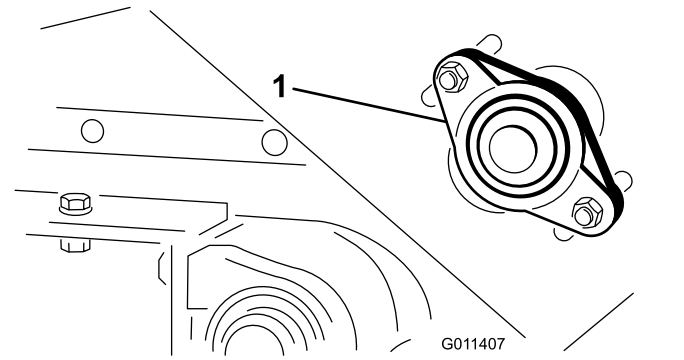

**Bild 21**
Die Schmiernippelstellen (Bild 21) und die Anzahl sind: Rollenwellenlager (4) und Bürstenwellenlager (1).